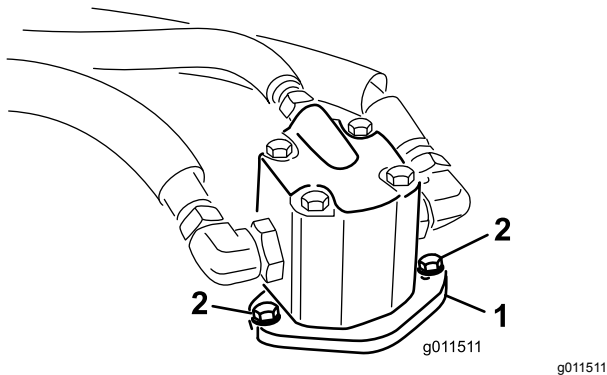

Figura 76
4. Retire los pernos que sujetan el motor hidráulico a la carcasa de corte (Figura 76).